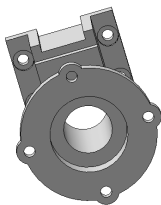

图 7-107 创建通孔
4) 创建通孔 (切除拉伸 6 特征)。单击“特征”控制面板中的 $\text{Ⓢ}$  (拉伸切除) 按钮, 或选择菜单栏中的“插入”→“切除”→“拉伸”命令, 在弹出的“切除-拉伸”属性管理器中设置拉伸切除终止条件为“完全贯穿”, 然后单击 $\checkmark$  (确定) 按钮, 效果如图 7-107 所示。